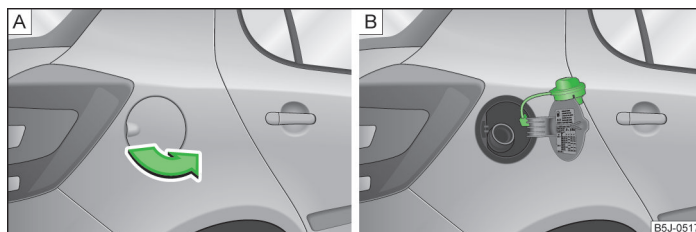

Fig. 122 Parte trasera del vehículo, lado derecho: Tapa del depósito/tapa del depósito con el tapón enroscado
En el lado interior de la tapa del depósito de combustible se indican los tipos de combustible prescritos para su vehículo » fig. 122 de la página 156 - .
- Abrir la tapa del depósito de combustible con la mano » fig. 122 - .
- Desenroscar hacia la izquierda el tapón de cierre del depósito y colocarlo desde arriba en la tapa del depósito » fig. 122 - .